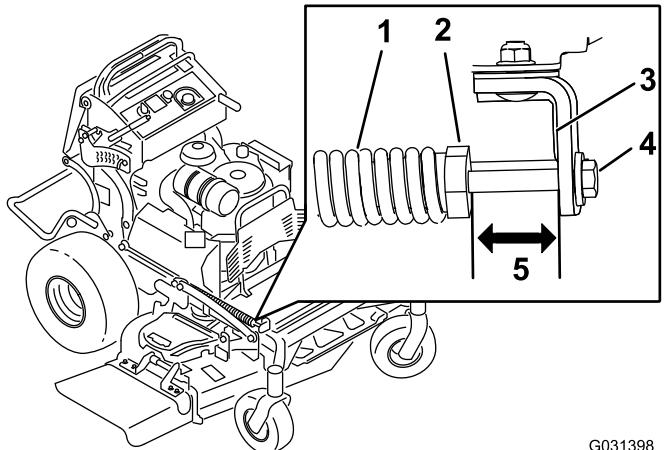

Figura 85
2. Verifique o comprimento entre a porca da mola e o lado traseiro do suporte de montagem soldado (Figura 85).
3. Certifique-se de que o comprimento se encontra entre 47 e 50 mm (Figura 85).
4. Se for necessário, ajuste a distância ao ajustar o parafuso na dianteira do suporte de montagem (Figura 85).